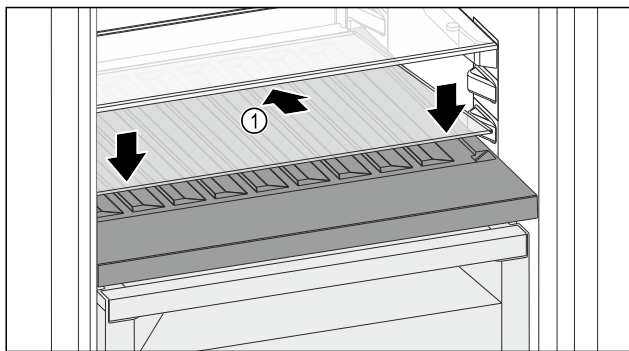

Fig. 116
- Поставете стъклената плоча Fig. 116 (1) косо и наклонена назад надолу.
- Спуснете стъклената плоча Fig. 116 (1) отпред.